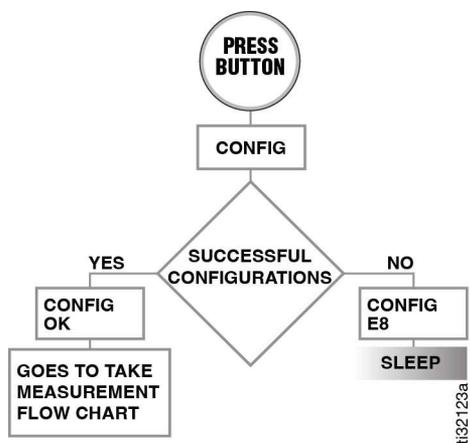

FIG. 4
1. Pressione novamente o botão Exibir (A) para configurar o TLM com um novo perfil.
2. Após o TLM ser configurado com o novo perfil, a mensagem CONFIG OK é exibida, conforme mostrado na FIG. 4, página 6.
Se o TLM não tiver sido configurado com um novo perfil pelo software Pulse, a mensagem de erro CONFIG E8 é exibida (Etapa 2, FIG. 4).